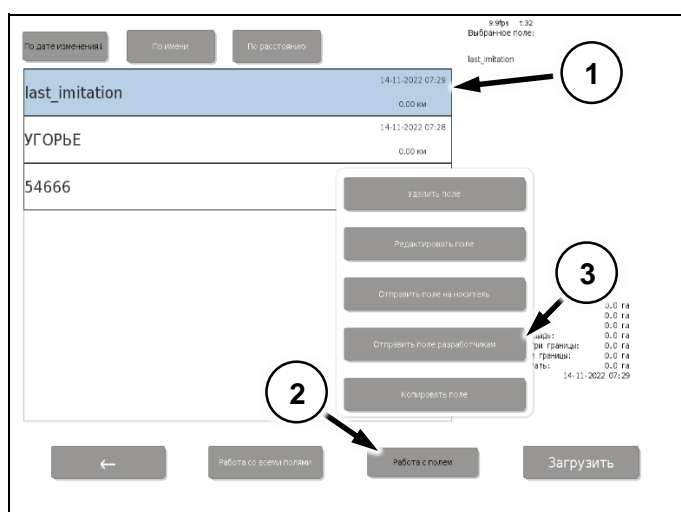

Рис. 67
- Выбрать необходимое поле (Поз. 1) (Рис. 67);
- Позвонить в сервисную службу Пегас Агро. Рассказать о проблеме. Сообщить: номер машины; номер планшета; название поля (Поз. 1) (Рис. 67)!